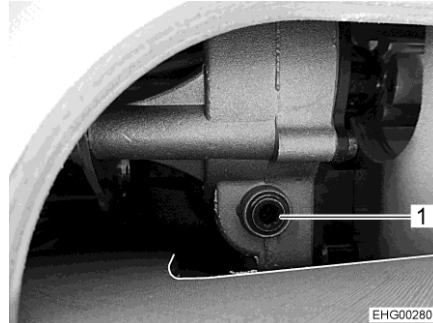

Bild 53 Zugang zum Antrieb (Beispiel)
- Beiliegende Kurbel oder Innensechskantschlüssel in die Aufnahme am Antrieb (Bild 53,1) stecken.